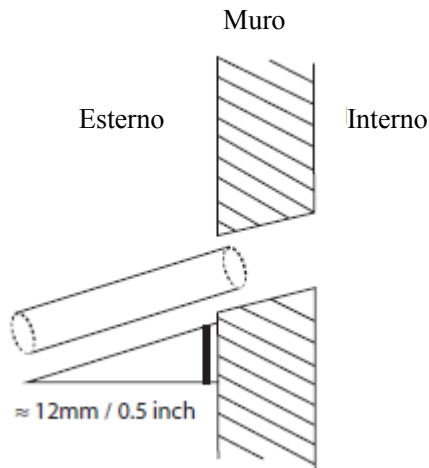

Fig.6.5
3. Usare una carotatrice di 65 mm (2.5"), fare un foro nel muro. Assicurati che il foro sia eseguito con una leggera angolazione verso il basso, così che la parte terminale esterna del foro sia più bassa di 12 mm (0.5") dalla parte terminale interna. Ciò garantirà un appropriato drenaggio dell'acqua (vedi Fig. 6.5). Poni la guaina protettiva del muro nel foro. Ciò proteggerà i bordi del buco e aiuterà a sigillarlo quando finirai la procedura d'installazione.